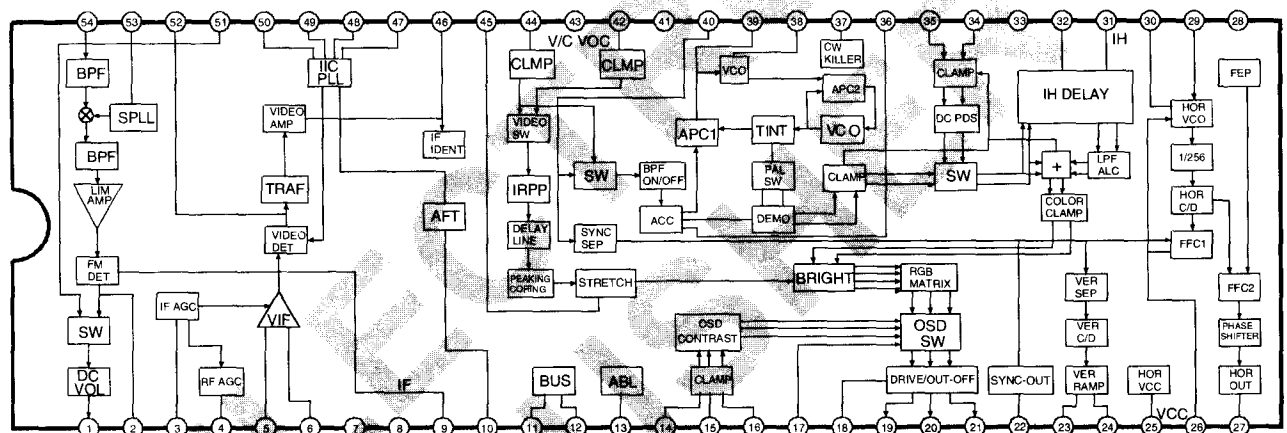

FIGURA 4-3a. Circuito integrado jungla LA76814 en forma de bloques.
En la figura 4-3a y 4-3b, se muestran en forma de bloques, la circuitería interna del circuito integrado jungla LA76812, similar a la del LA76814, las funciones de los pines y los voltaje típicos que debe tener cuando el televisor se halla en el modo encendido (ON), y que serán de mucha utilidad en una reparación.